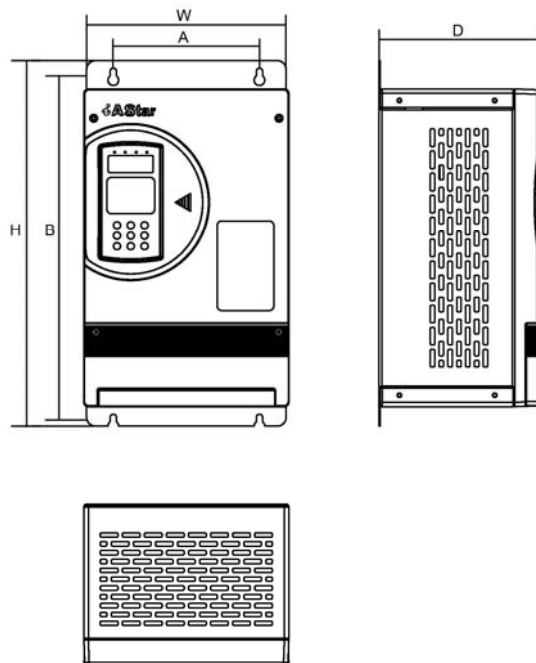

图 2.1 变频器的安装尺寸和质量
变频器的安装尺寸和质量见图 2.1 和表 2.3。
- 1) 确定变频器的 4 个安装孔，参考图 2.1 变频器的安装尺寸和质量；先安上部的 2 个螺钉，注意，不用拧紧，要留有几毫米的空隙；